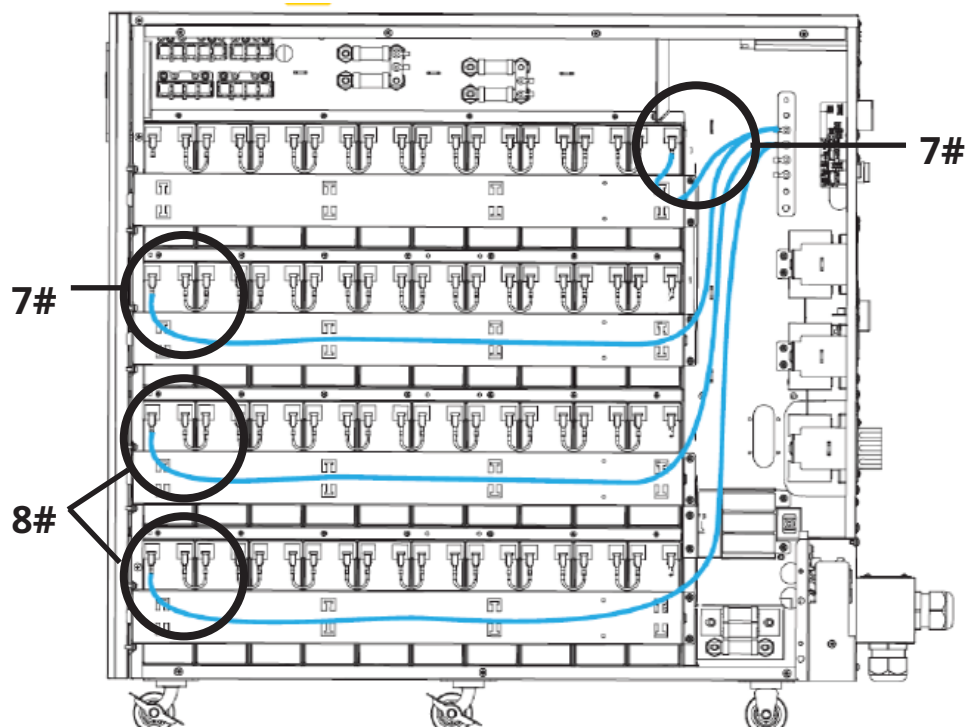

Figure 3-15 : connecter les modules de batteries de droite à la plaque en cuivre (pôle N).
10. Connecter les quatre modules de batteries à la plaque en cuivre (pôle N) (Figure 3-15).